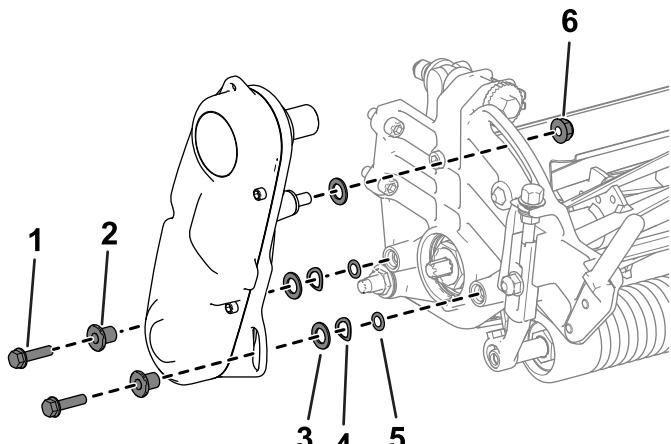

Bild 3
3. Entfernen Sie die Einstellschrauben für die Schnitthöhe und Rollenbefestigungsschrauben von den Schnitthöhenarmen (Bild 3).
4. Nehmen Sie die zwei Schrauben (5/16" x 2 1/4") von den zwei Muttern (unverlierbar an der Seitenplatte befestigt) ab, mit denen das Gegengewicht an der Seitenplatte des Mähwerks befestigt ist. Entfernen Sie das Gegengewicht (Bild 3).
6. Entfernen Sie die Kappe und legen Sie die Lagermutter frei (Bild 3).
7. Nehmen Sie die Lagermutter von der Spindelwelle ab (Bild 3).